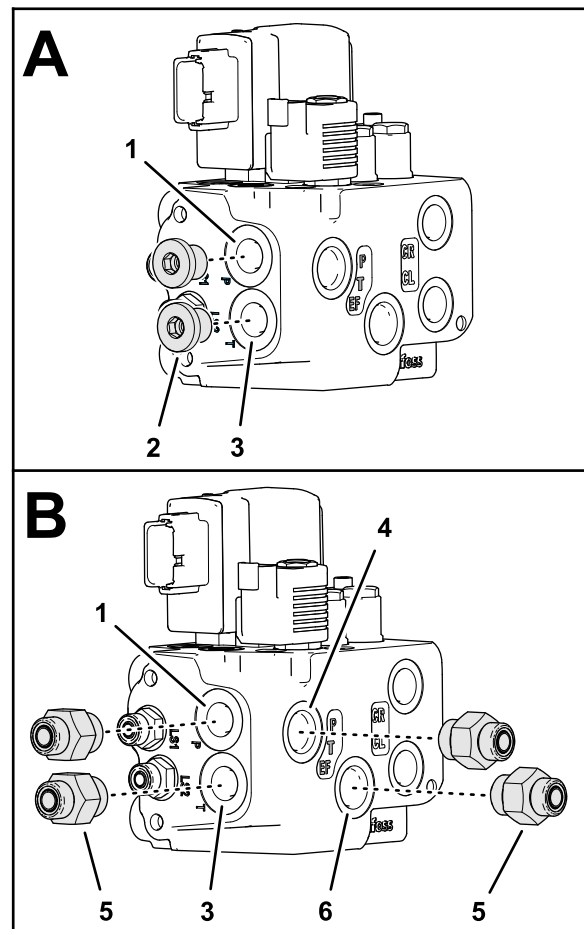
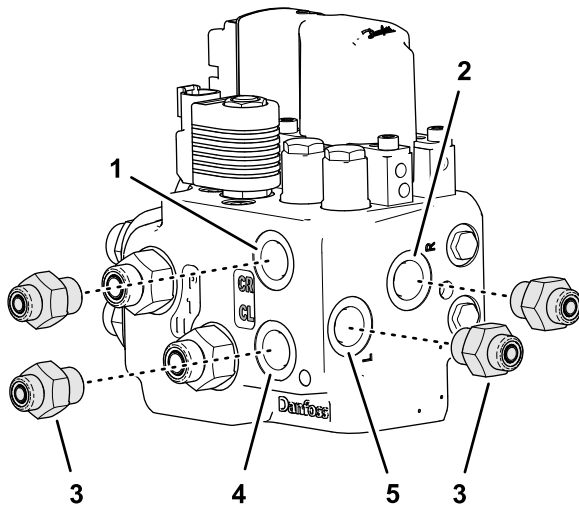

Figura 71
Figura 72
2. Retire los 2 tapones de los orificios P y T de la válvula de dirección EHI (Figura 71).
3. Monte 4 acoplamientos hidráulicos rectos (-6 x 22 mm) en la válvula (Figura 71) como se indica a continuación:
- Orificio P (EF)
- Orificio T (EF)
4. Monte 4 acoplamientos hidráulicos rectos (-6 x 18 mm) en la válvula de dirección EHI (Figura 72) como se indica a continuación: